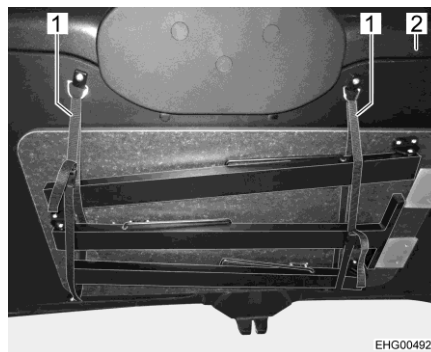

Bild 9 Tisch (an Heckklappe befestigt)
- Tisch mit 2 Gurten (Bild 9,1) sicher an Heckklappe (Bild 9,2) befestigen.